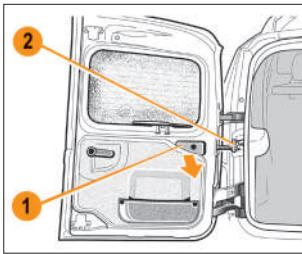

Рис. 1.4.6. Полное открытие большой двери багажного отделения
**Полное открытие большой двери багажного отделения.** Чтобы полностью открыть дверь, разблокируйте фиксатор, потянув ручку предохранителя 1 (рис. 1.4.6) на себя, затем откройте дверь так, чтобы можно было освободить фиксатор 2.